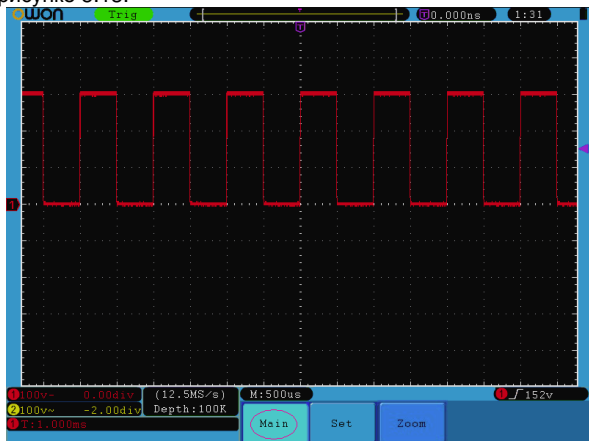

Рисунок 5.13. Настройка основной горизонтальной шкалы
3. Кнопка **HORIZ MENU**: при нажатии этой кнопки на дисплее появляется меню настройки горизонтальной шкалы (см. рисунок 5.13).